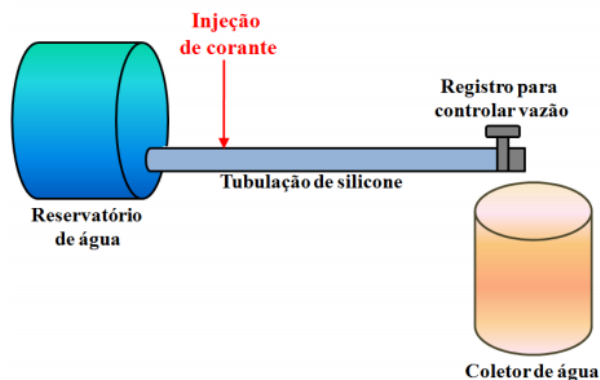

Figura 2: Esquema da bancada experimental.
- 1) Encher o reservatório de água mostrado na Figura 2.